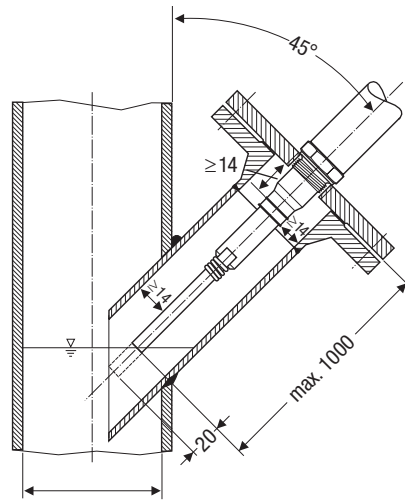

Fig. 15 Schrägeinbau z.B. in steigende Vorlaufleitungen von Heißwasseranlagen oder Behältern
- Der Neigungswinkel der Elektrode darf maximal 45° betragen, die Länge des Elektrodenstabs ist dabei auf 1000 mm begrenzt. **Fig. 15**